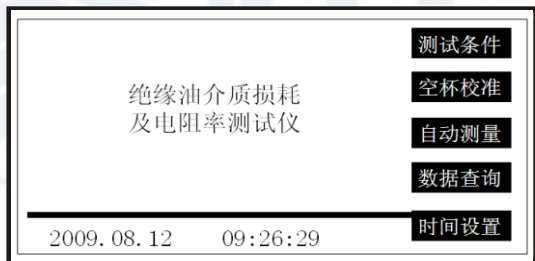

图 1.5.1
- (3) 接好电源线，打开电源开关，显示图 1.5.1 开机页面。